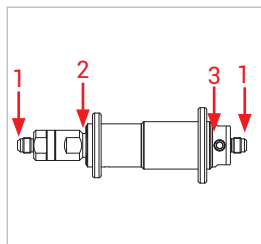
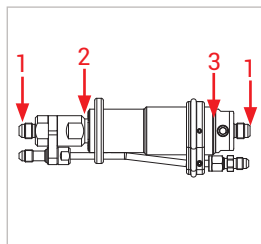

Abbildung 5
Abbildung 6
- ▶ berprfen Sie folgende Messstellen, wie in *Abbildung 5* und *Abbildung 6* abgebildet:
- Verschraubungen (1)
- Bereich der Spannzangen (2)
- Bereich der Exzenterbettigung (3)